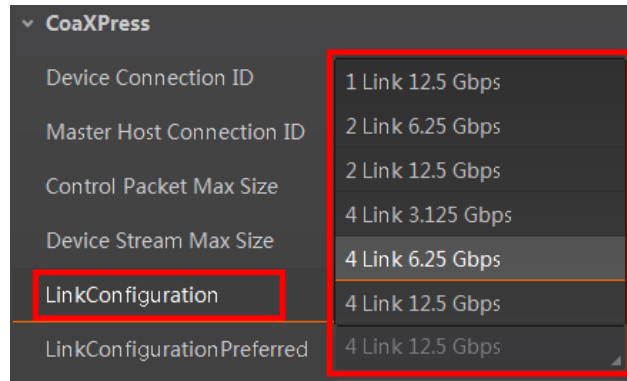

图2-8 Link 配置模式设置
6. 通过 CoaXPress 属性下的 *LinkConfiguration* 参数设置 Link 配置模式，可以对 Link 数以及每根 Link 的传输带宽进行设置，如图 2-8 所示。